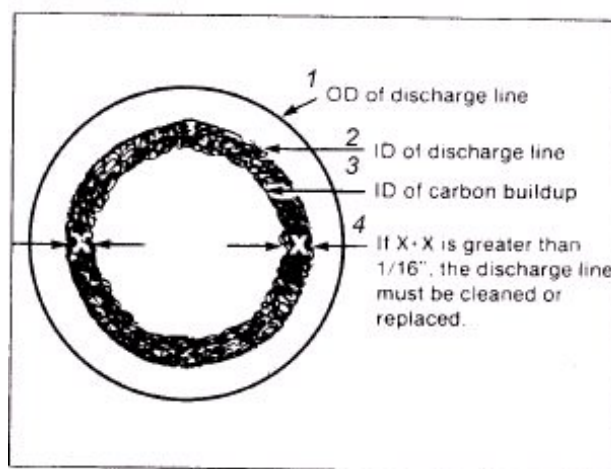

Рис. 2-68. (OM21009). Линия выпуска воздуха.
4. Осмотрите линию выпуска воздуха воздушного компрессора. Если толщина отложений сажи на внутренней поверхности линии выпуска воздуха превышает 1/16 дюйма (см. рис. 2-68), снимите крышку компрессора и тщательно очистите все воздушные каналы. Кроме того, снимите и очистите или замените линию выпуска воздуха. Информацию по снятию крышки компрессора можно найти в документе 3379056, "Руководство по капитальному ремонту пневматического оборудования", фирмы Каминз, либо обратиться к ближайшему дистрибьютору фирмы Каминз.